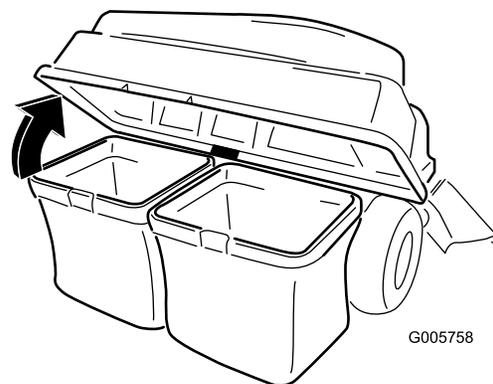

Figure 35
4. Ouvrez (soulevez) le couvercle du système de ramassage (Figure 35).